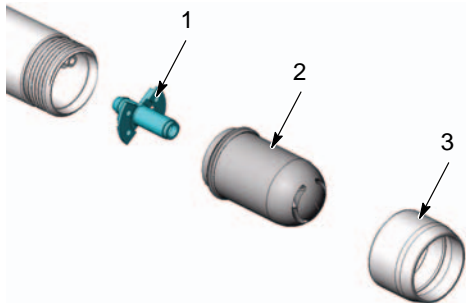

Figura 1 Retirar la boquilla y el anillo de retención
2. Ver la figura 1. Desenroscar de la pistola de aplicación el conjunto formado por la tuerca de retención (3) y la boquilla (2).
3. Extraer el adaptador de tubo (1) del tubo de polvo.
- Ver la figura 1. Instalar el adaptador de tubo (1) en el tubo de polvo.
- Instalar la boquilla (2) y la tuerca de retención (3) en la pistola de aplicación.